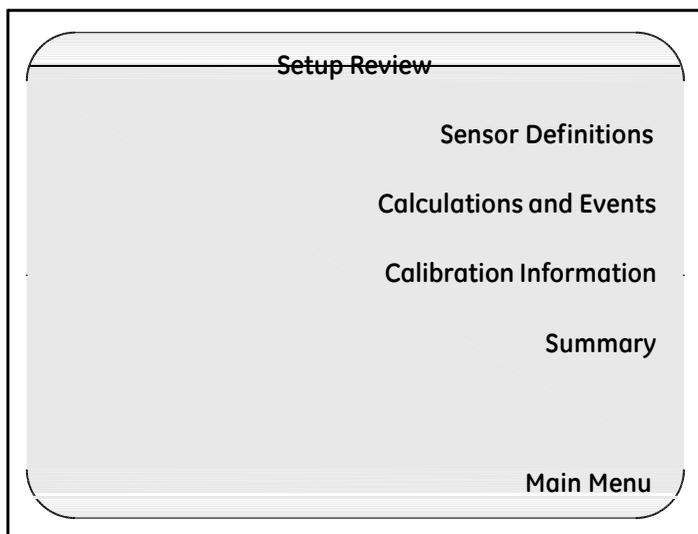

图 17: Setup Review (设定回顾) 界面
1. 仪器显示 **Main Menu (主菜单)**, 按 **Setup Review (设定回顾)**. 显示屏显示 **Setup Review** (图 17 所示).